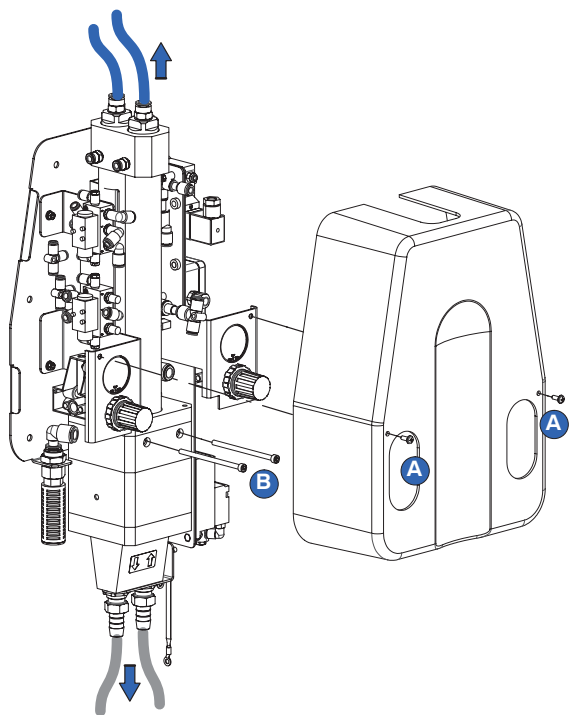

Рис. 10 Снятие узла насоса
1. См. Рис. 10. Отсоединить шланги продувочного воздуха от верхней части насоса.
5. См. Рис. 10. Вывернуть два винта (В) крепления узла насоса к основанию. Перенести узел насоса на чистое рабочее место.